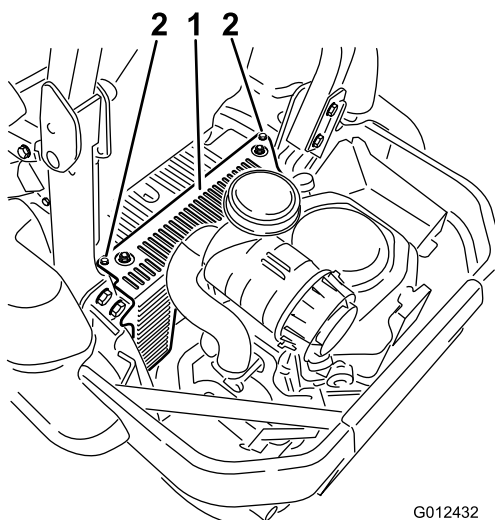

Figure 53
3. Déposez le capot de l'unité hydraulique et les 2 boulons qui y sont fixés (Figure 53). Vous pourrez ensuite accéder à la bougie avant.
5. Montez le capot de l'unité hydraulique gauche (Figure 53).